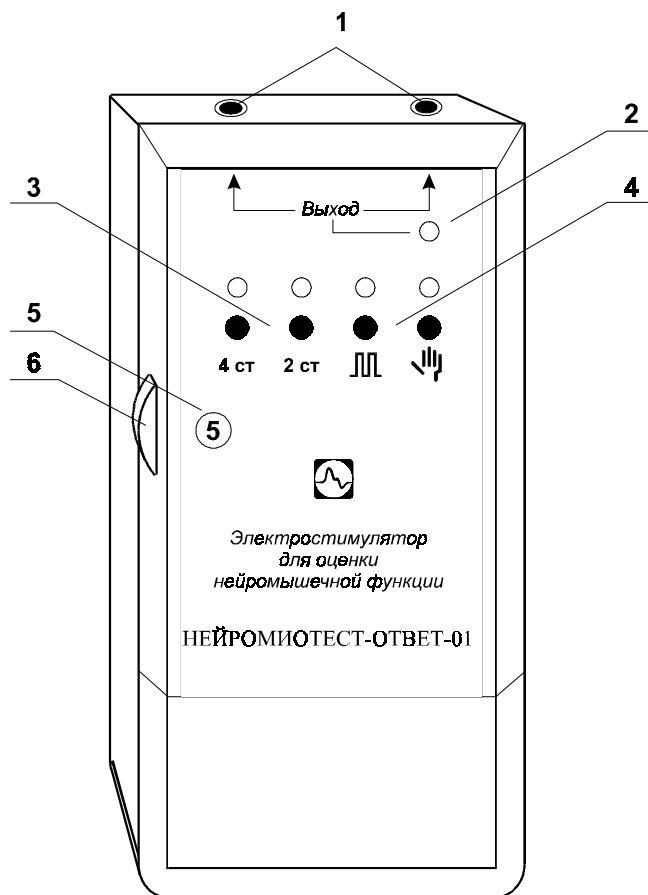

Рисунок 3 - Общий вид прибора
9.5. Индикатор выхода 2 (Рисунок 3) светится при выдаче стимула на электроды.